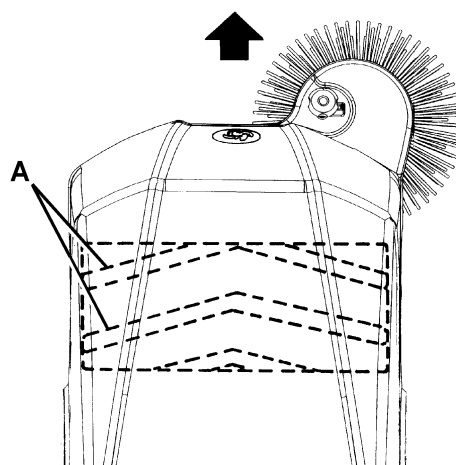

Abbildung 9
10. Die neue Hauptkehrwalze einbauen, durch Stellen der Borsten (A, Abb. 9) wie es in Abbildung dargestellt ist.
- Prüfen dass die Spurausdehnungs- und Ausrichtung des Seitenbesens der Darstellung in der Abbildung (A, Abb. 9) entsprechen. Nur falls die Spur verschieden ist, soll die Seitenbesenhöhe eingestellt werden, wie es in folgenden Schritten beschrieben ist.